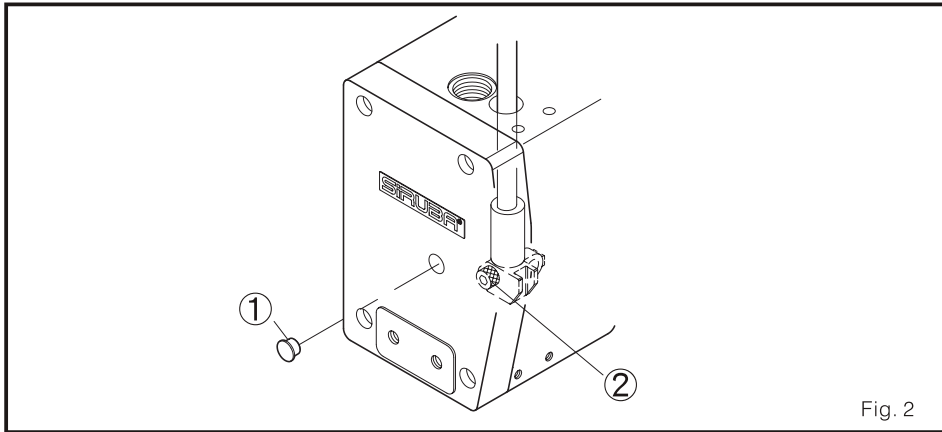

Fig. 2
2. Abra o tampão de borracha 1 de um lado, e solte o parafuso 2. fixá-lo de novo depois de ajustar o alto da barra agulha de cima ate baixo até adquirir a posição ideal. (Fig. 2)